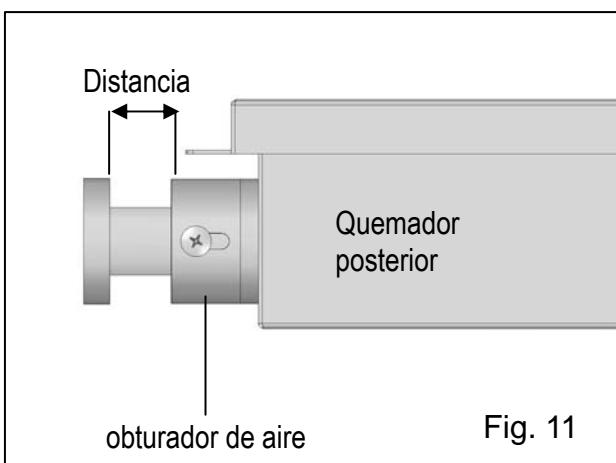

Fig. 11
- Afloje el obturador de aire del quemador posterior y ajuste la distancia entre el obturador y el quemador posterior. En el modelo a gas PL, el obturador de aire se encuentra en el extremo derecho y la distancia es de aproximadamente 1,70 cm. En el modelo a gas natural, el obturador de aire debe estar en el extremo izquierdo y la distancia debe ser de unos 1,02 cm. Ajuste la distancia con una herramienta o con la mano protegida por un guante. Después de ajustar la distancia, apriete el tornillo. (Fig. 11)